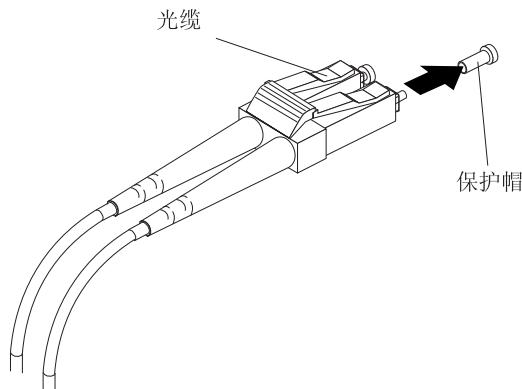

图 21. 取下光缆保护帽
3. 如第 36 页的图 21 中所示，从 LC-LC 电缆的一端取下两个保护帽。请保管好保护帽以供将来使用。